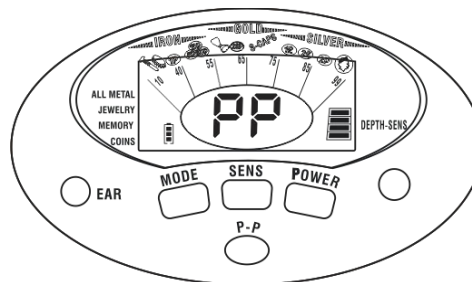

Fig.16
a) Le curseur PINPOINT sera allumé et clignotera si vous touchez le bouton "PINPOINT". Le curseur PP n'arrête pas de clignoter jusqu'à ce que le détecteur soit complètement équilibré. Le curseur ID cible sur le curseur supérieur et le curseur de discrimination cible sur le curseur inférieur disparaîtront tous. Le curseur de profondeur sera à grande échelle et le détecteur émettra une légère mesure de fréquence unique (voir la figure 16).